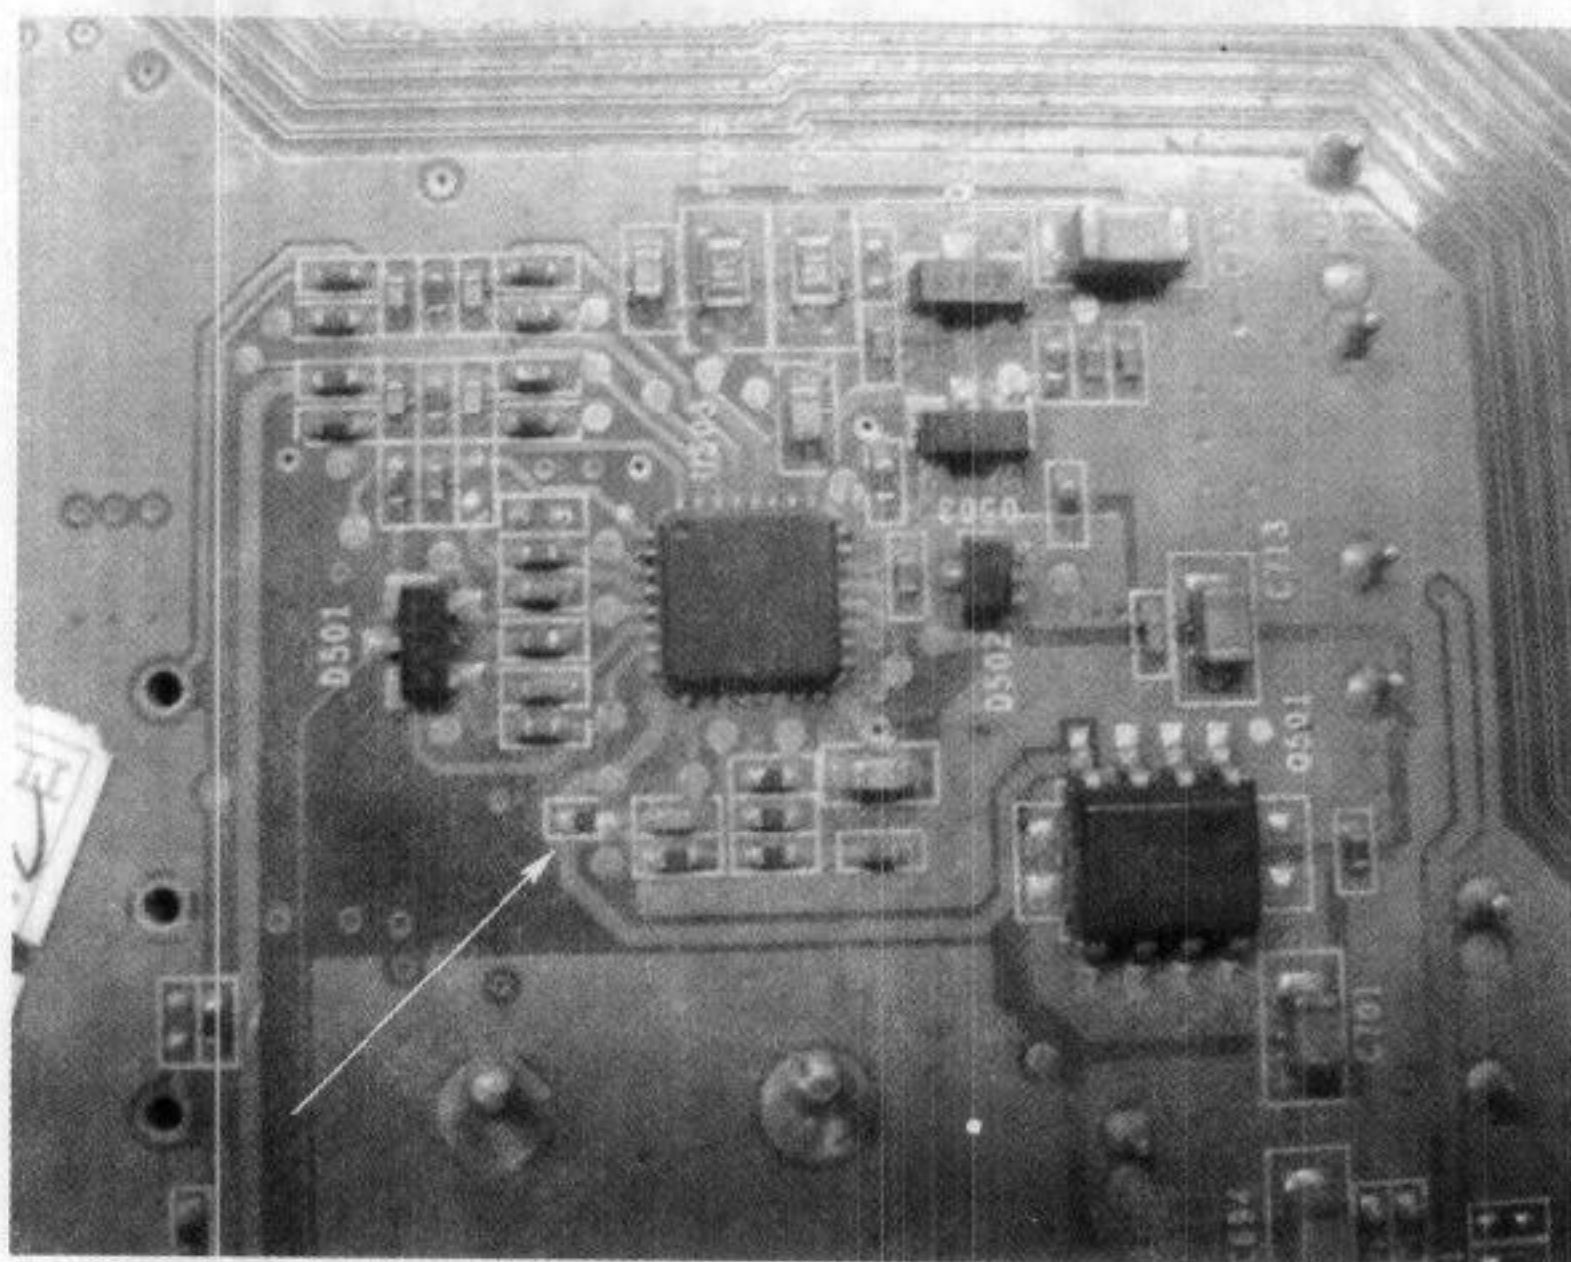

图 5-4 掉件
(3) 反面有一个电源管理芯片，仔细一看，其边上掉了一个元件，如图 5-4 所示。